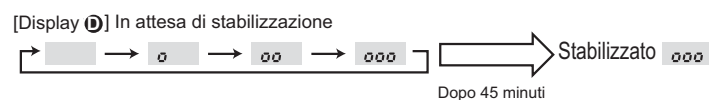

Fig. 9-3
- 3 Premere il tasto **FILTER** (tasto ←) per confermare l'impostazione. (Fig. 9-3)